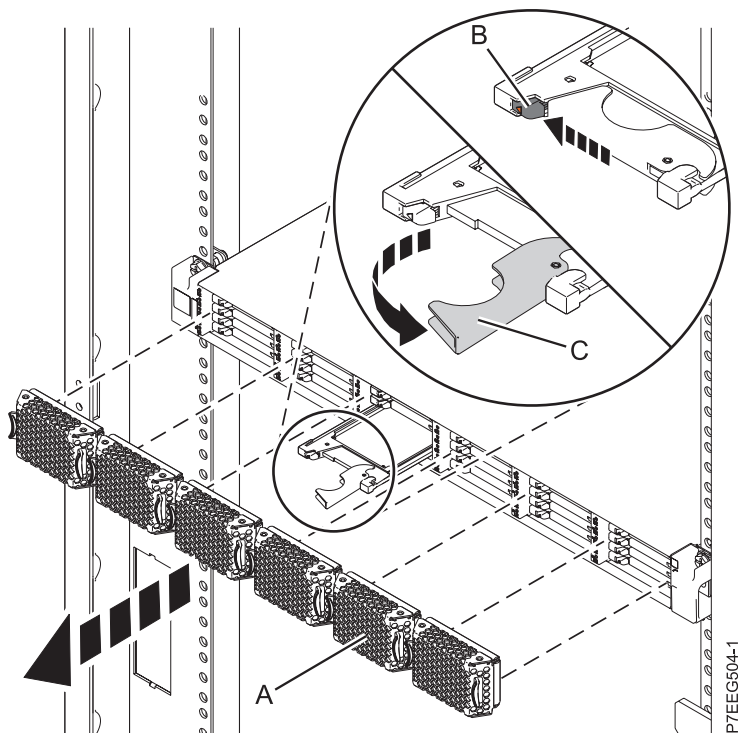

Figura 35. Extracción de la unidad de estado sólido de Alojamiento de almacenamiento PCIe de EDR1
1. Retire la placa frontal (A) que cubre la ranura que contiene la unidad de estado sólido. Consulte Figura 35 en la página 58.
2. Deslice suavemente el pestillo de liberación (B) por encima para desbloquear el asa de la unidad.
3. Agarre el asa (C) y saque parcialmente la unidad de la ranura.